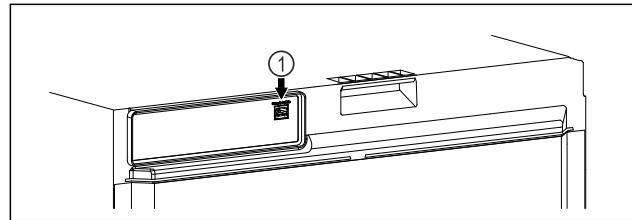

Fig. 109
Vstavljen je SmartModule Fig. 109 (1).